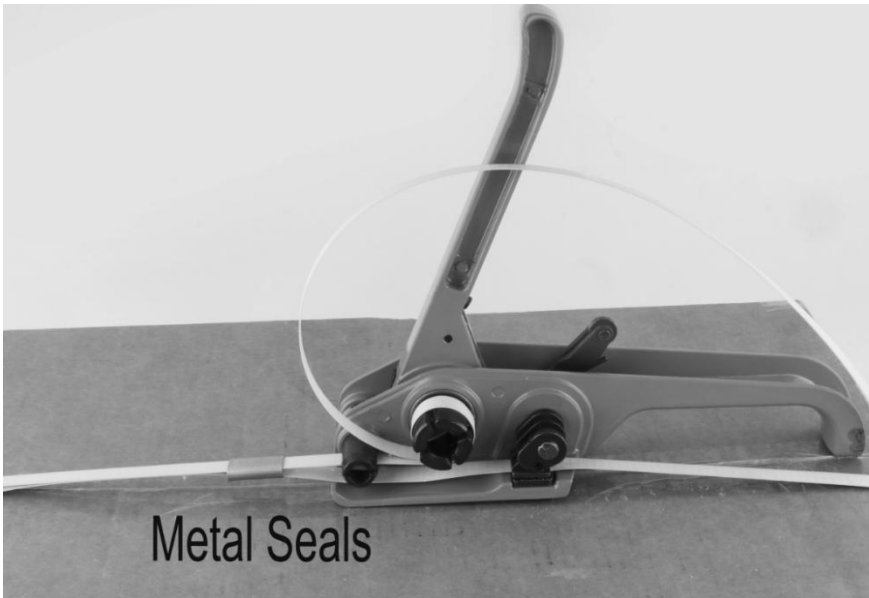

FIG. 3
3. Manövrera denna spännstång upprepade gånger från FIG. 2 till FIG. 3, fångsten kommer att skärpas.